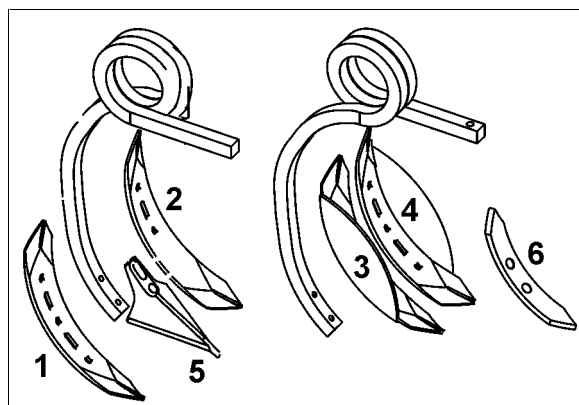

Fig. 14
- **Kerende kouter (75 mm) (Fig. 14/1,2)**
- **Kantmes voor kerende kouter (Fig. 14/3,4)**
- **Stoppelkouter (Fig. 14/5)**
- **Meskouter (50mm) (Fig. 14/6)**